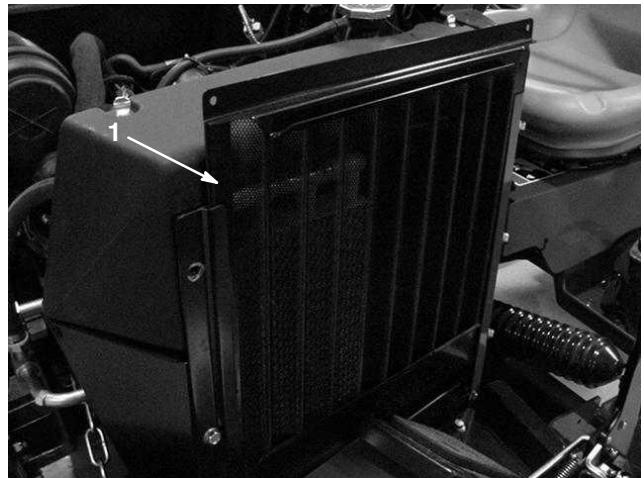
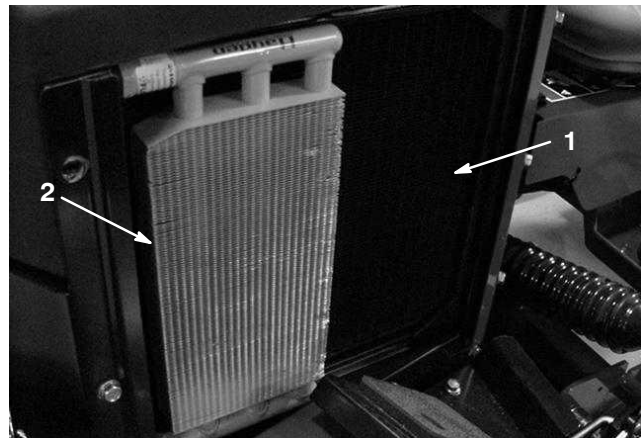

Figure 23
Figure 24
1. Enlevez les débris sur la grille du radiateur (Fig. 23), le radiateur (Fig. 24) et le refroidisseur d'huile (Fig. 24) tous les jours ou toutes les heures s'il y a beaucoup de poussière et de saleté (voir Nettoyage du radiateur et de la grille, page 41).